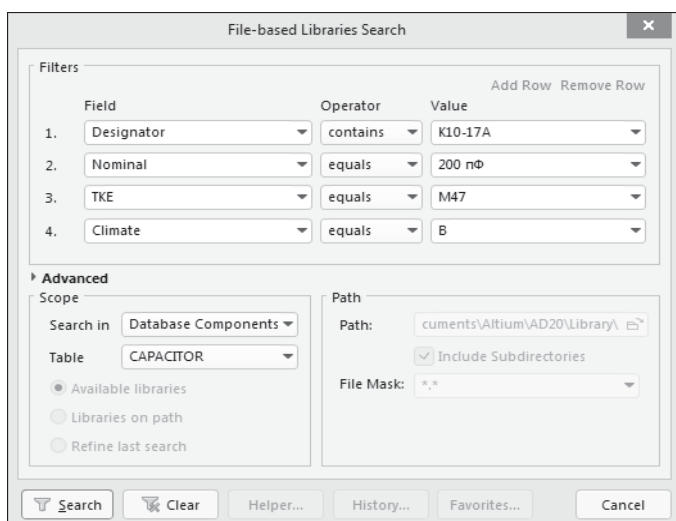

Рис. 4.3. Окно расширенного поиска компонентов
2. В открывшемся одноименном диалоговом окне **File-based Libraries Search** (рис. 4.3):